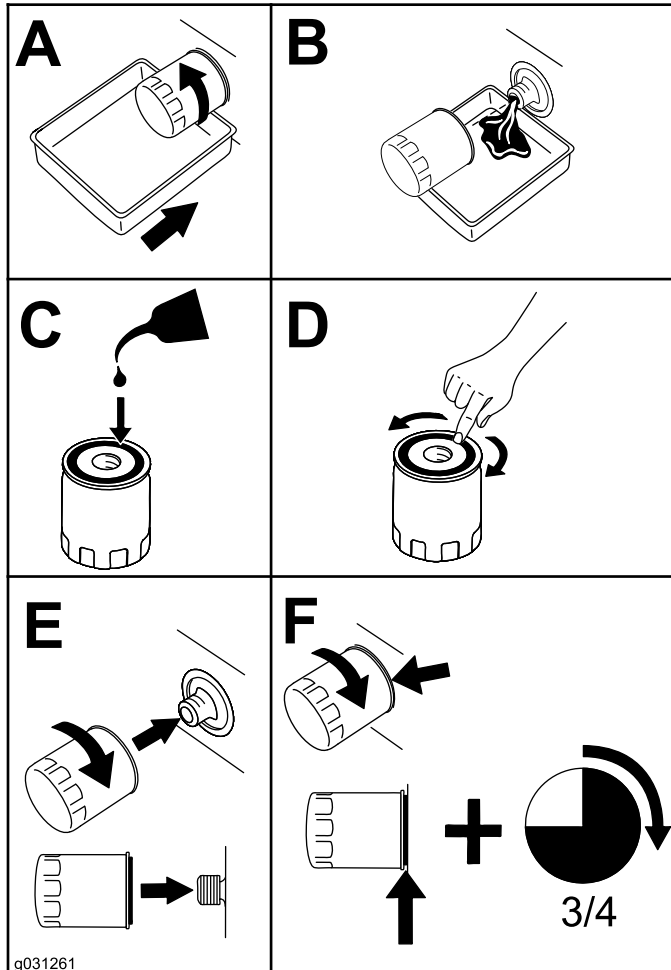

Bild 101
4. Wechseln Sie den Motorölfilter aus (Bild 101).